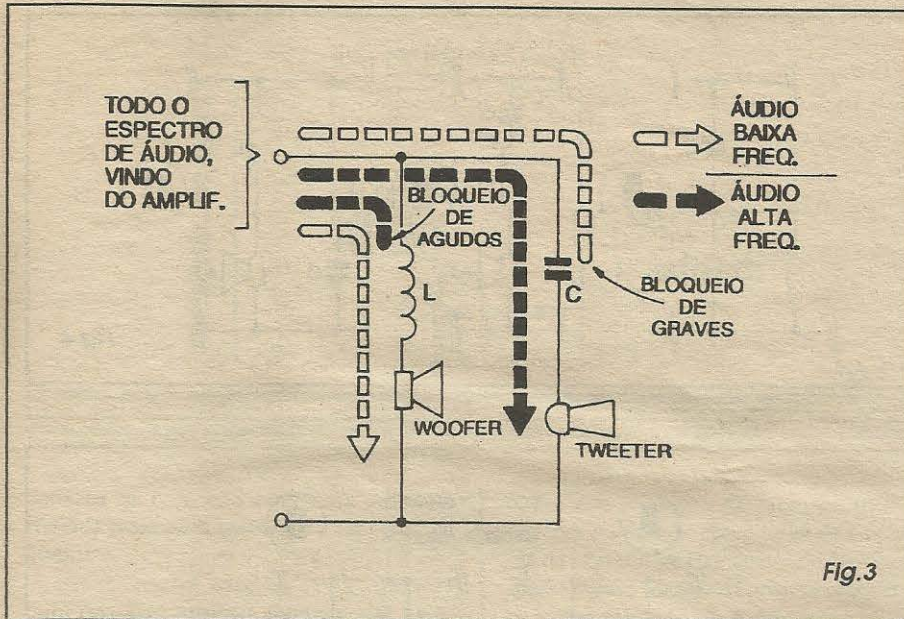

Fig. 3
- FIG. 3 - O DESVIO E O ENCAMINHAMENTO DAS FREQUÊNCIAS, EFETUADO POR CAPACITORES E INDUTORES... - Vocês, leitores/alunos já aprenderam, nas distantes Aulas 2 e 4 do ABCDE, as características e propriedades dos capacitores e indutores... Entretanto, tais componentes também apresentam inerentes e interessantes propriedades com respeito à **frequência** dos sinais a que são submetidos, ou que por eles transitam num circuito ou arranjo...! Observem, então, a FIG. 3 e considerem o seguinte:
efeitos da REATÂNCIA CAPACITIVA e REATÂNCIA INDUTIVA, usando-se alguns arranjos mais ou menos padronizados (como os da FIG. 3) não é difícil promover a separação das tonalidades extremas, graves e agudos... Ainda lembrando que com os indutores e capacitores podemos tanto bloquear quanto *desviar* certas faixas específicas de frequência, observem a seguir como redes específicas para as tonalidades **médias** também podem ser estabelecidas: